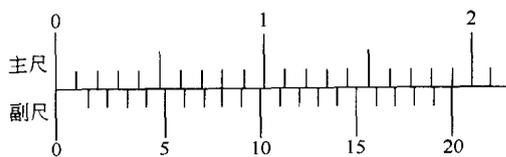

图 1-4 1/20 游标卡尺刻线原理
(2) 0.05mm (1/20) 精度游标卡尺 刻线原理: 主尺每小格为 1mm, 取副尺刻线总长为 39mm 并均匀分为 20 格, 每格长为  $39/20=1.95\text{mm}$ , 因此主尺 2 格与副尺 1 格距离之差为  $2-1.95=0.05\text{mm}$ , 它的精度即为 0.05mm。如图 1-4 所示。